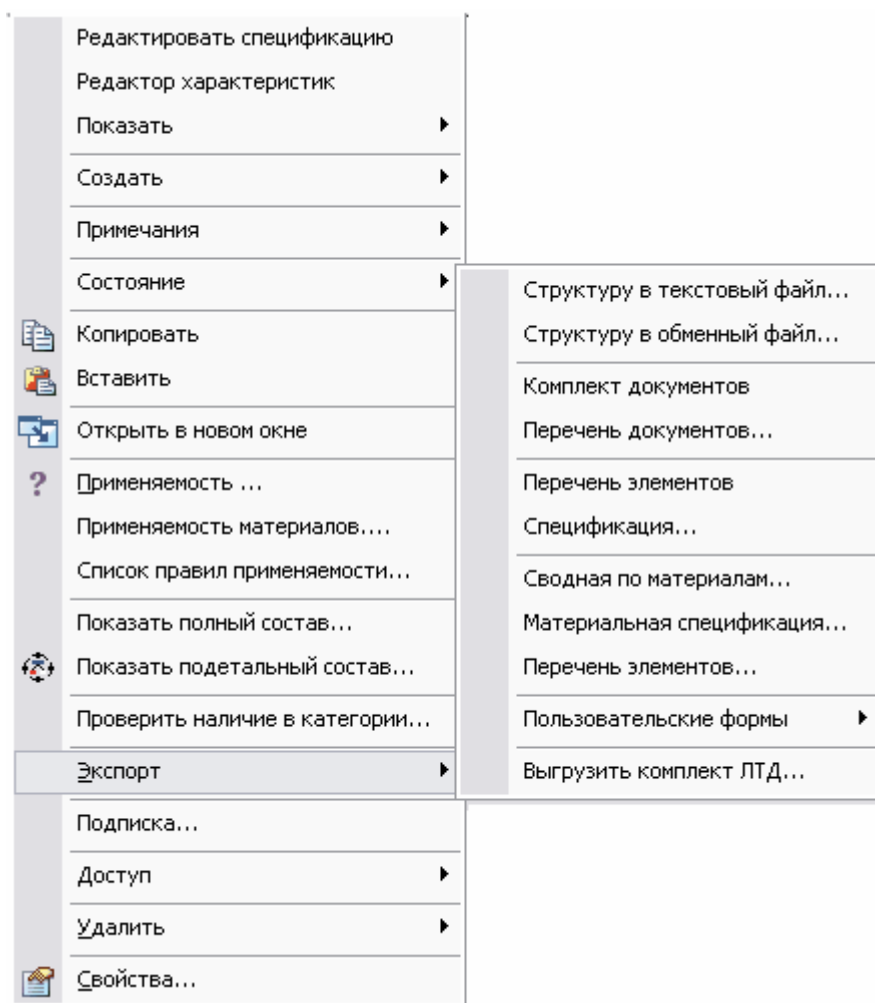

Рис. 88
1. Нажмите на версию изделия правой кнопкой мыши и в появившемся контекстном меню выберите пункт **Экспорт** → **Спецификация...** (Рис. 88).